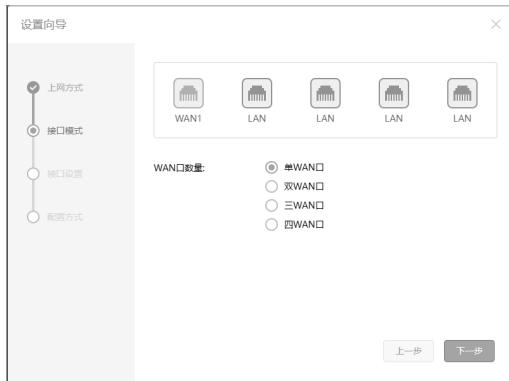

图4-3 接口模式设置
5. 进入接口模式设置, 如图4-3所示, 根据实际需求进行选择WAN口数量, 单击“下一步”。